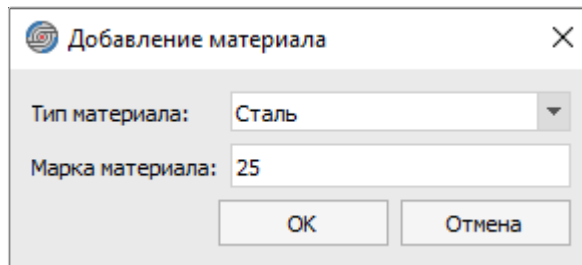

Рисунок 160. Диалоговое окно «Добавление материала»
- Добавить новый тип/марку материала. Тип материала можно выбрать из выпадающего списка уже существующих типов или вписать новый (см. рисунок 160):